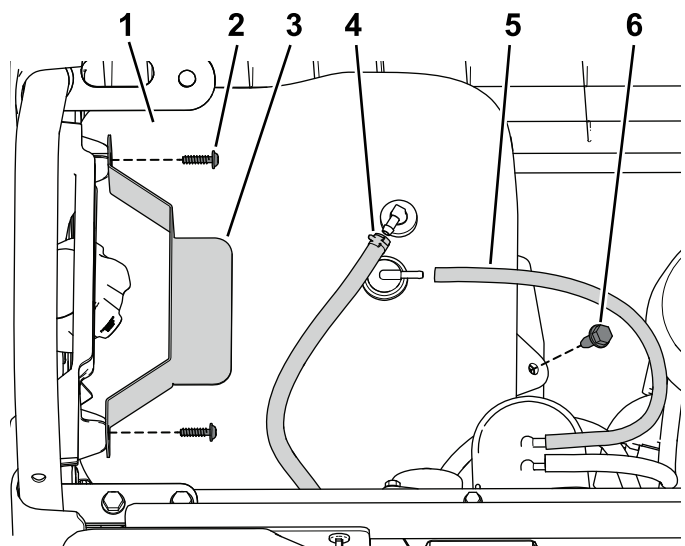

Figura 49
1. Coloque o depósito de combustível no tabuleiro do depósito (Figura 49).